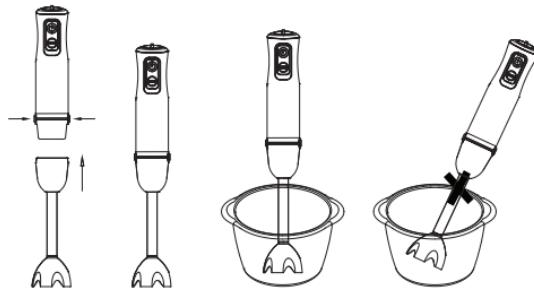

Рис. 1
**Время непрерывной работы с насадкой-блендером (1) не должно превышать 30 секунд. Между рабочими циклами делайте перерывы не менее 3 минут.**
- Насадку-блендер (1) используйте для приготовления соусов, майонеза, фруктовых пюре, детских смесей, смешивания разнообразных ингредиентов, для переработки фруктов и овощей, содержащих достаточное количество сока.
- Перед установкой насадки-блендура (1) убедитесь в том, что вилка шнуря питания не вставлена в электрическую розетку.
- Вставьте насадку-блендер (1) в моторный блок до срабатывания фиксаторов (2), убедитесь в надёжной фиксации насадки (рис.1).
- Погрузите насадку-блендер (1) в ёмкость с продуктами, которые вы хотите измельчить/перемешать, можно поместить продукты в стакан (11).
При переработке продуктов держите моторный блок с насадкой-блендером (1) вертикально (рис. 1).
- Для включения нажмите и удерживайте кнопку (4) «». Используйте этот режим работы для смещивания жидких продуктов.
- При нажатии и удержании кнопки (4) «» Вы можете регулировать скорость вращения насадки поворотом регулятора (5). Используйте этот режим работы для переработки жидких и твёрдых продуктов.
- Для работы в режиме максимальной скорости нажмите и удерживайте кнопку (3) «TURBO».
- Для выключения вращения насадки-блендура (1) отпустите кнопку (3 или 4).
- После завершения работы выньте вилку шнура питания из электрической розетки и снимите насадку-блендер (1), нажав на кнопки фиксатора (2) (рис. 1).